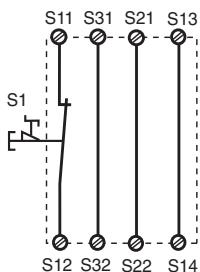

Fig. 2: Circuito de entrada monocanal, rearne automático/Circuito di ingresso monocanale, start automatico/Eenkanalig ingangscircuit, automatische start
En las Fig. 2 ... a Fig. 11 se presentan ejemplos de conexión para modo de conexión de parada de emergencia con rearne automático y manual, control de puerta protectora así como multiplicación de contactos mediante contactores externos. Por favor tenga en cuenta:
- Fig. 2 y 7: **no hay** conexión S33-S34
In Fig. 2 ... Fig. 11 sono riportati degli esempi di collegamento per il cablaggio dell'arresto di emergenza con start automatico e controllato, per il controllo finecorsa di ripari mobili, nonché per l'aumento del numero dei contatti mediante relè esterni.
- Fig. 2 e 7: **nessun** collegamento S33-S34
In fig. 2 ... fig. 11 worden aansluitvoorbeelden gegeven van noodstopschakeling met automatische en bewaakte start, hekbewaking en contactvermeerdering door middel van externe magneetschakelaars.
- Fig. 2 en 7: **geen** verbinding S33-S34